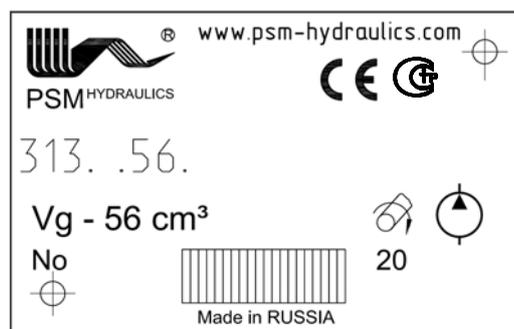

Рисунок 5
1.8.1 Маркировка изделия выполнена на табличке (пример на рис. 5), прикрепленной на корпусе, и содержит следующие сведения: